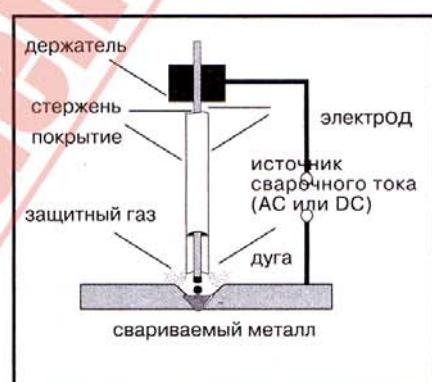

Рис.4
**9.7.2. Принцип работы электродуговой сварки.** Принцип работы электродуговой сварки очень прост. Плавкий электрод одновременно является источником и дуги, и защитного газа, появляющегося при расплавлении его люсового покрытия (по европейской классификации - MMA процесс (Metal Metal Arc) (см. рис. 4)).